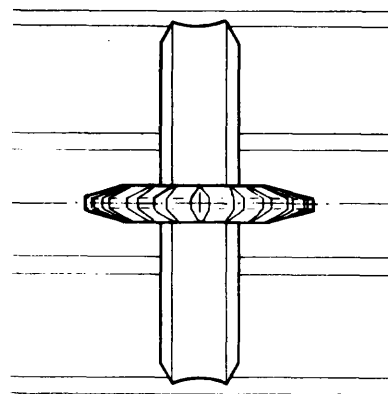

Fig. 3
- 5º paso - *Centre la fresa, de manera que el plano medio de ésta contenga el eje de la rueda (fig. 3).*